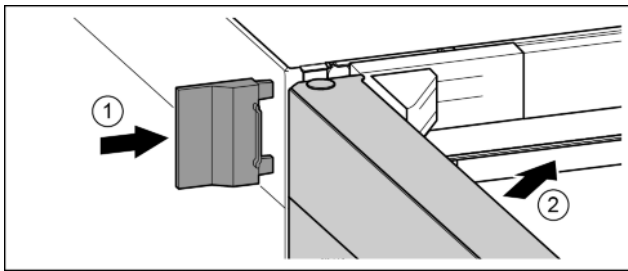

Fig. 25
- ▶ Uzbīdīet ārējo pārsegu. Fig. 25 (1)
- ▶ Aizveriet augšējās durvis. Fig. 25 (2)